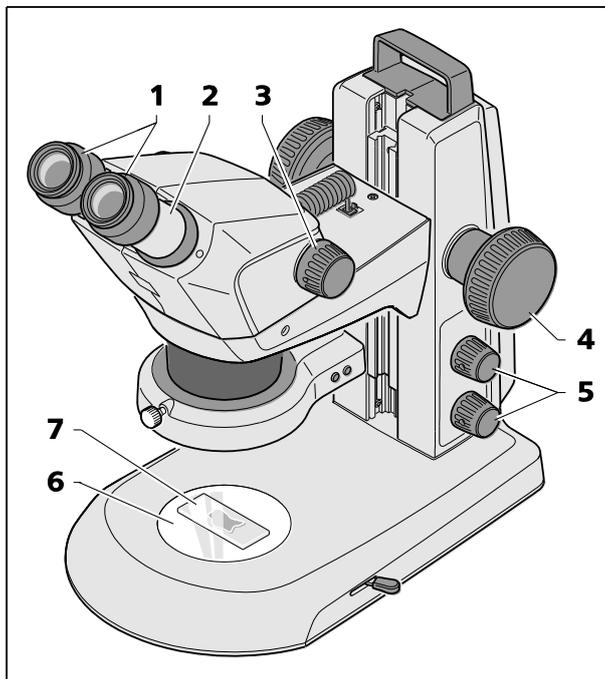

Fig. 18 Réglage du stéréomicroscope
1. Placer l'échantillon (Fig. 18/7) au centre sur la plaque en verre ou en plastique (Fig. 18/6) et l'éclairer (Fig. 18/5).
2. Régler la compensation dioptrique sur les oculaires réglables (Fig. 18/1) sur « 0 ».
3. Régler la distance oculaire individuelle en déplaçant latéralement le tube oculaire (Fig. 18/2), jusqu'à ce qu'un seul cercle lumineux complet (champ d'échantillon) soit visible lorsque l'on regarde dans les oculaires avec les deux yeux.
4. Au départ, régler le zoom (Fig. 18/3) sur le plus petit grossissement.
5. Faire le point sur un petit détail particulier au centre de l'échantillon (Fig. 18/4).
6. Régler la valeur maximale de zoom (Fig. 18/3). Le grossissement rend probablement le détail particulier flou et il ne se trouve plus au centre de l'image.
7. Recentrer le « détail de l'objet particulier » observé à l'aide du bouton de mise au point jusqu'à ce qu'il soit « nettement » observé au centre du champ de l'objet (Fig. 18/4).
8. Rétablir la valeur de zoom la plus faible (Fig. 18/3) et corriger tout flou sur une image en ajustant la compensation dioptrique **sur les oculaires réglables pour chaque œil** (compensation d'un défaut visuel) (Fig. 18/1).
Pour cette dernière étape, **ne pas utiliser** le bouton de mise au point, Fig. 18/4.